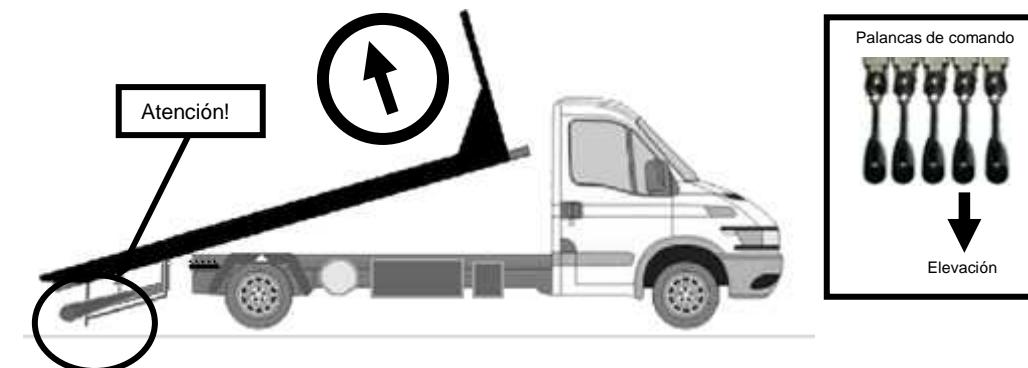

Figura 2
Verificar que el nivel de aceite con la plataforma en la posición 3 (Figura 2) sea de aproximadamente de 1 o 2 cm desde el fondo del filtro. Utilizar aceite Nuto 68 Esso o equivalente.
3. Inclinar la plataforma usando la palanca de comando, hasta que el apoyo de la misma toque el suelo. (Figura 2)